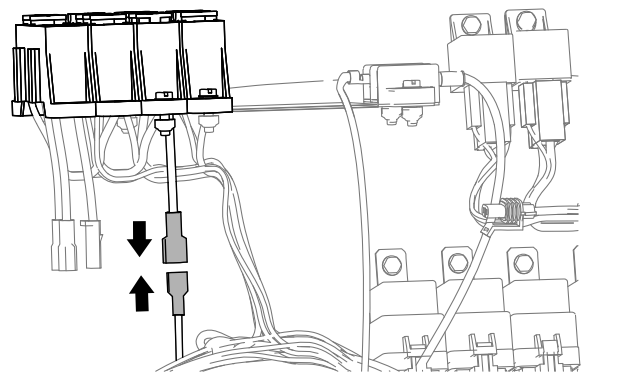

Figure 21
1. Si le porte-fusibles comprend un connecteur à lame pour la machine, branchez le connecteur à lame du faisceau du kit de finition au connecteur à douille du porte-fusibles de la machine (Figure 21).